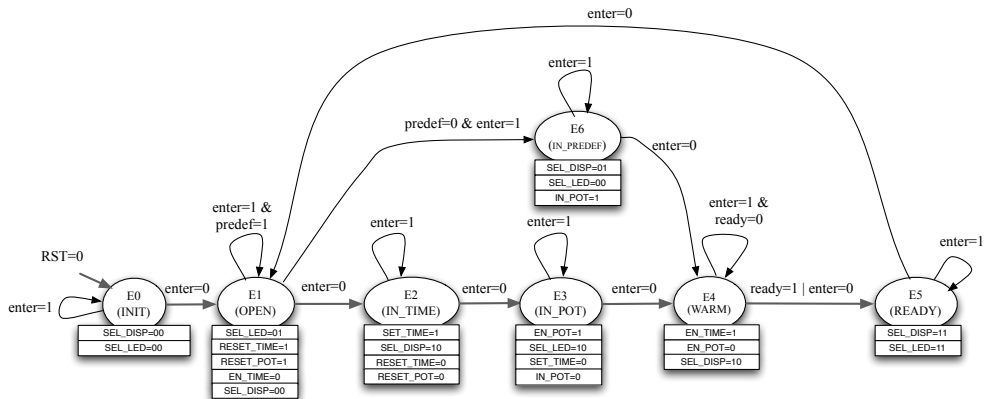

Figura 3: Diagrama de estados de alto nível da *FSM\_control*.
A contagem decrescente deverá ser mostrada nos *displays* em formato  $MM : SS$  (minutos e segundos). O aluno deverá criar uma FSM de um contador decrescente usando o relógio  $CLK1$  no qual ao fim de 60 ciclos de segundo, decremente um na saída correspondente a minutos. A contagem decrescente deverá estar ativada no estado *WARM*, como indicado no diagrama de estados da Figura 3. É importante destacar que existe a possibilidade de pausar a contagem usando o botão *KEY3* (botão *pause*). O aluno deverá explicar qual será a lógica a ser introduzida na entrada de *reset*, *set* e *enable* do contador decrescente.
Na Figura 3 podemos observar que o estado inicial (*INIT*) da FSM consiste no aguardo do sistema ligar. Neste estado inicial os contadores estão em estado de *reset* pois o micro-ondas ainda não foi ligado. As saídas *SEL\_DISP* e *SEL\_LED* estão em "00", indicando que a palavra mostrada nos *displays* será *OFF* e os LEDs estarão desligados.
O usuário deve pressionar o botão *KEY1* (*enter*) para ligar o micro-ondas e abrir sua porta. Ocorre então a transição para o estado *OPEN*, onde quatro saídas do sistema são definidas. Cabe ao aluno interpretar e explicar os valores das saídas da FSM dadas na Figura 3.
*Dicas: Recomenda-se o uso de dois process para a implementação da FSM. O diagrama de estados apresentado na Figura 3 não é único podendo ser refeito pelos alunos.*